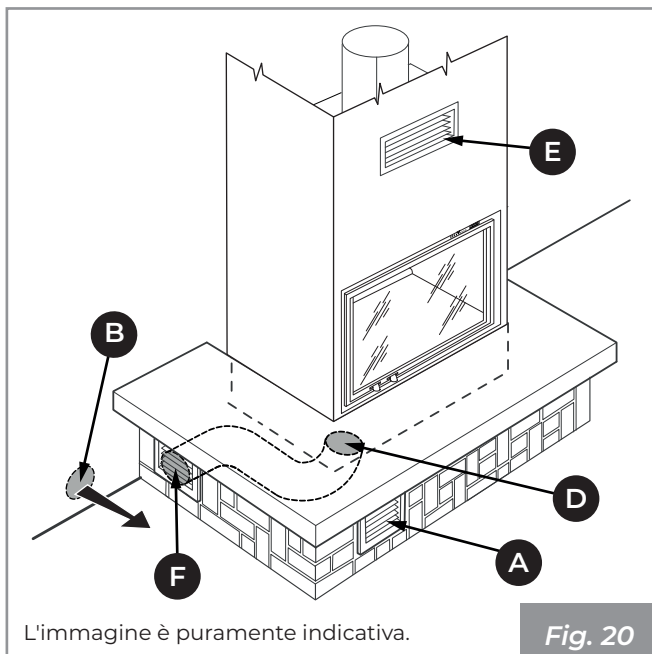

Fig. 20
- **Fig. 20:** presa d'aria (F) sul rivestimento, canalizzate fino al focolare (D). Griglia inferiore (A) in dotazione sul rivestimento e presa d'aria esterna (B) per il ricircolo dell'aria ambiente.